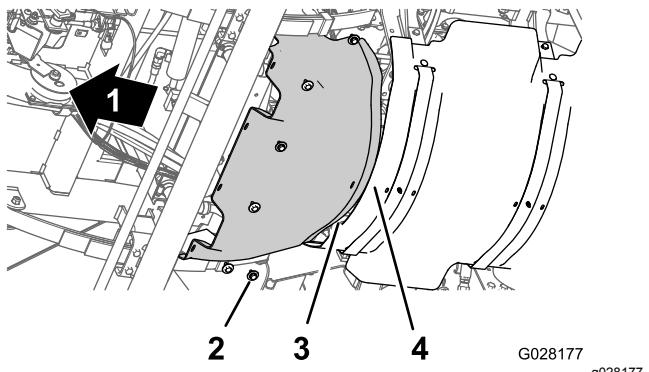

図 42
- 前側防熱シールドの後部フランジを後防熱シールドの前側フランジに合わせる図 42。
- 前側防熱シールドの穴を、シャーシのねじ穴に合わせる図 42。
- 前側防熱シールドを機体に固定するソケットボルト6本とワッシャ6枚図 42ステップ 前側防熱シールドを取り外す(ページ 37), 4で外したものを使用する。